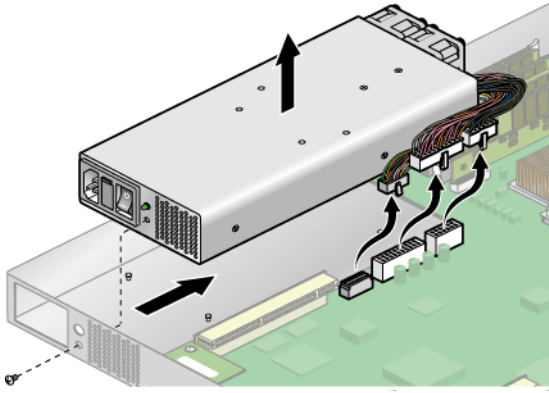

图 3-20 拆除电源
4. 拧下将电源固定至底盘后部的单颗螺钉（请参见图 3-20）。